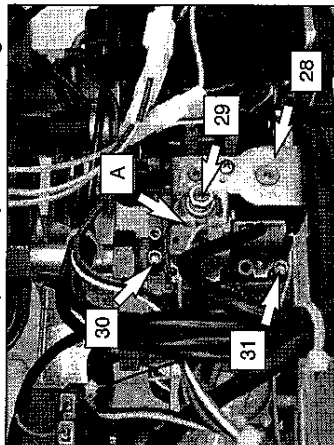

fig. 7.2
Dopo ogni misurazione delle pressioni gas, **richiudere bene** le prese di pressione utilizzate (31 e 30 in fig. 7.2). Dopo ogni operazione di regolazione gas **gli organi di regolazione della valvola devono essere sigillati**.
- 2 A caldaia spenta (fuori servizio), controllare la pressione di alimentazione utilizzando la presa 31 in fig. 7.2 e confrontare il valore letto con quelli riportati nella tabella. **Pressioni di alimentazione gas** a pag. 12, 14,
- 4 Aprire la presa di pressione 30 in fig. 7.2 e collegare un manometro.
Per tarare la pressione al bruciatore agire sul dado in ottone dell'operatore modulante 29 in fig. 7.2
- 8 Sconnettere il filo di alimentazione "A" dell'operatore modulante 29. Fare attenzione che non vada a toccare le parti metalliche della caldaia fig. 7.2
Per tarare la pressione al bruciatore agire sulla vite in plastica tenendo fermo il dado in ottone dell'operatore modulante 29 in fig. 7.2
- 10 Collegare il filo di alimentazione "A" dell'operatore modulante fig. 7.2
- 12 Chiudere la presa di pressione 30 in fig. 7.2